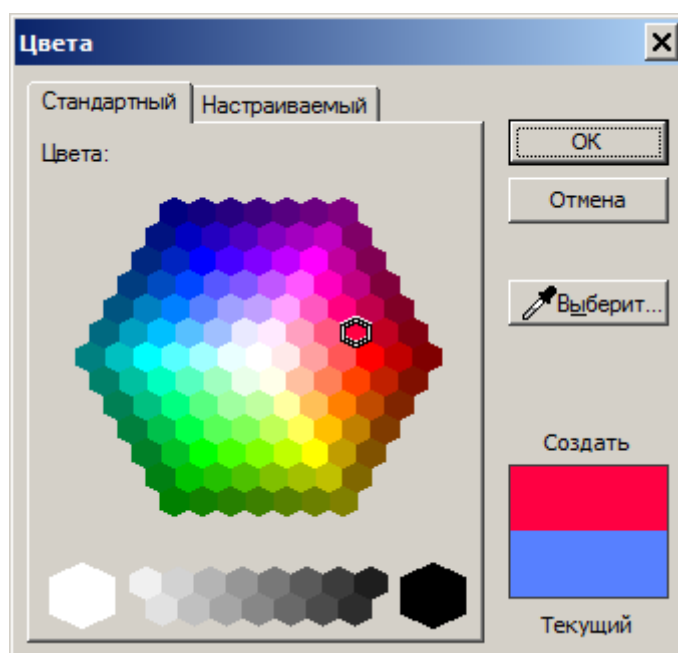

Рис.7.6. Назначение цвета для сечения
- Вызовите диалоговое окно **Цвета** (рис.7.6) щелчком по раскрывающемуся списку цветов и указав команду **Выбор цвета**.